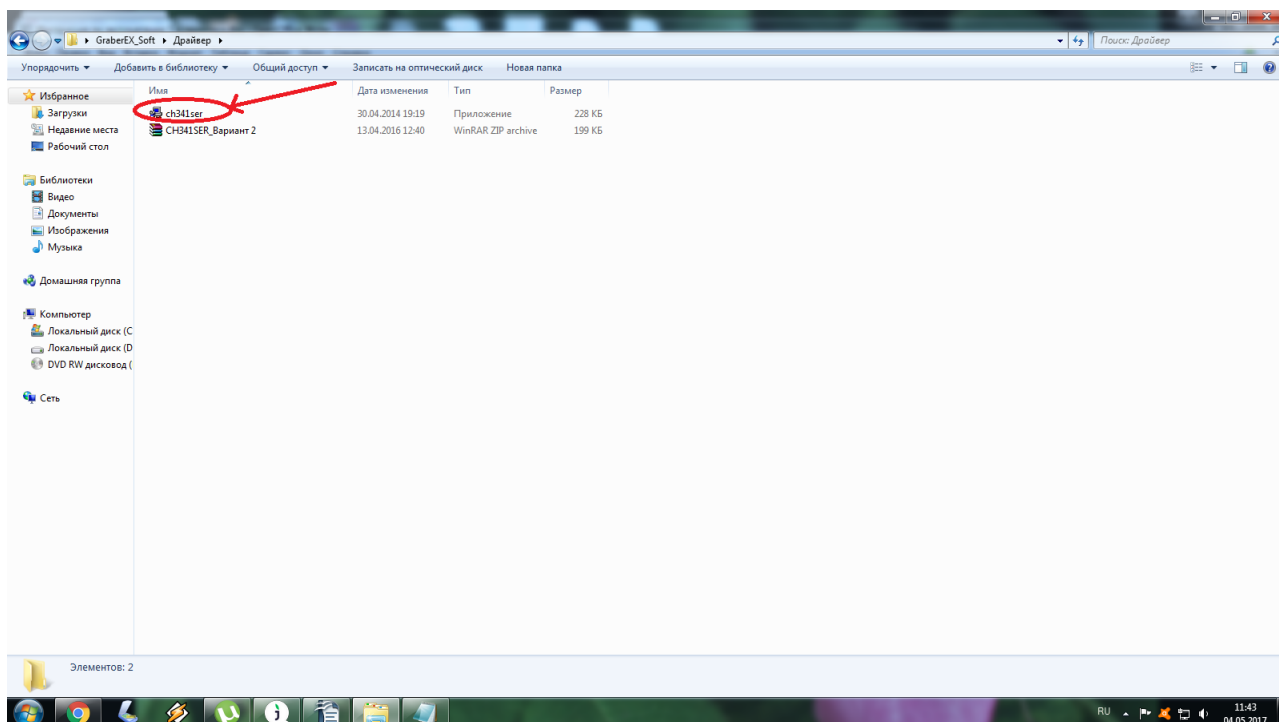

Рисунок 3. Установка драйвера
3) Щелкните левой клавишей мыши на файл “ch341ser”, рисунок 3